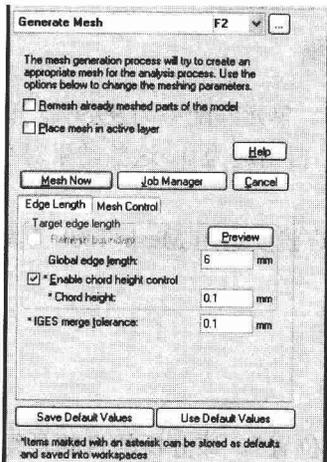

图 2-3 “网格划分设置”对话框
① 单击任务视窗面板中的图标  Create Mesh..., 弹出“网格划分设置”对话框, 如图 2-3 所示。
② 在“Global edge”中填入 6, 其余采用默认数值。
③ 单击“Mesh Now”按钮, 系统对模型进行网格划分。